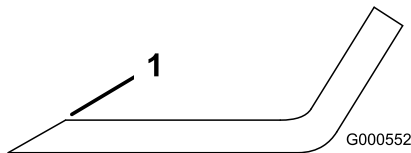

Bild 90
1. Schärfen Sie die Schnittkante an beiden Enden des Schnittmessers mit einer Feile (**Bild 90**).
Hinweis: Feilen Sie, wenn das Schnittmesser nicht ausgewuchtet ist, vom Flügelbereich des Messers etwas Metall ab (**Bild 90**).